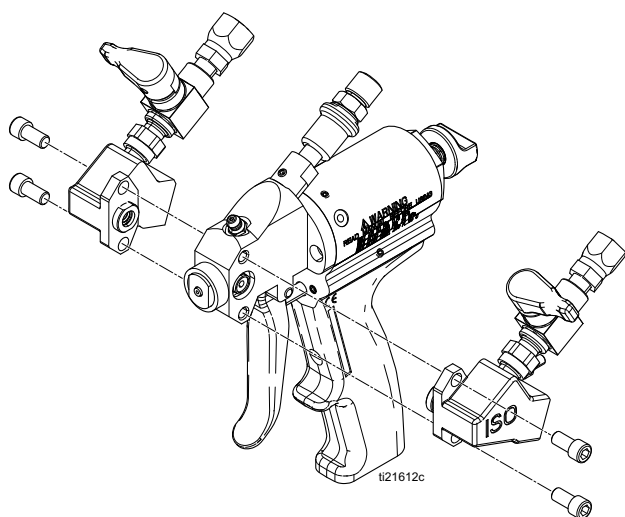

图 11 侧端柱组件
3. 确认活塞安全锁 (67) 已拧紧，并且完全穿入喷枪。
4. 拧下螺丝，卸下侧端柱。参见图 11（第 18 页）。
5. 从侧端柱卸下其中一个侧端柱密封外壳 (17)。将密封件 (30) 保留在外壳中，并使用适合溶剂进行冲洗。